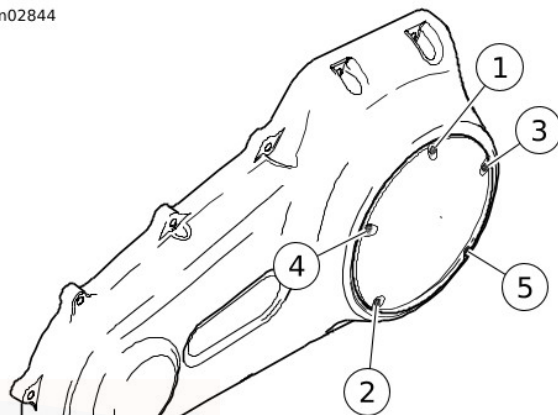

Figure 55. Séquence de serrage de couvercle d'embrayage
- c. Fixer le couvercle d'inspection avec les vis et les rondelles captives (3).
- d. Voir Figure 55. Serrer en utilisant la séquence indiquée, à un couple de 9,5–12,2 N·m (84–108 **in-lbs**).